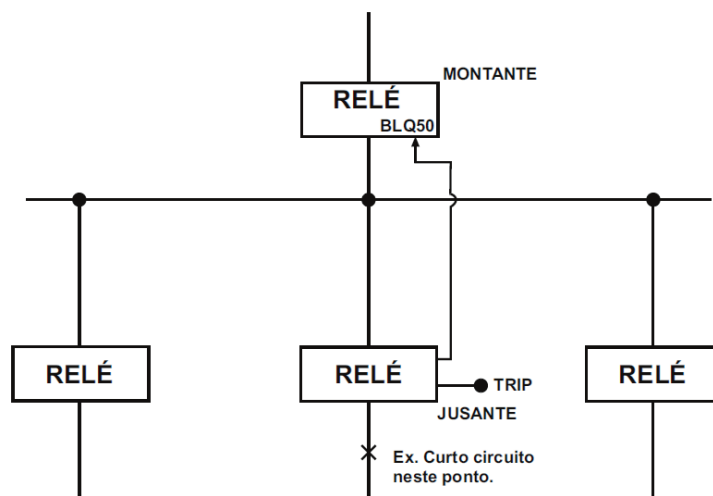

Figura 2.5: Ejemplo de aplicación de la función ANSI 99.
- retardo de la unidad instantánea (50)
En caso de cortocircuito, según el ejemplo de la Figura 2.5, se realiza la coordinación entre el IED aguas abajo y el IED aguas arriba mediante el envío de una señal de bloqueo físico de la unidad instantánea (50). Para esta función, están disponibles en la matriz de salidas las líneas PP50 y PP50N.